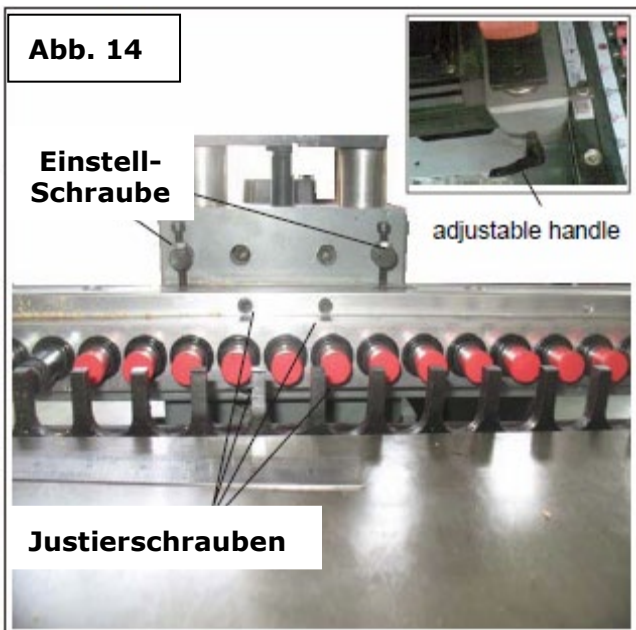

Abb. 14
- Verwenden Sie das Endmaß und Fühlerlehre, um die Höhe der End-Spindeln zu überprüfen, in der gleichen Weise, wie Sie die Mittelspindel taten. Beide Spindeln Ende sollte die Höhe der Mittelspindel entsprechen. Wenn sie es nicht tun, lösen Sie die vier Befestigungsschrauben, wie in Abb. 14 gezeigt. Verstellen Sie die zwei Stellschrauben etwas, bis die Spindelhöhe gleich hoch ist.